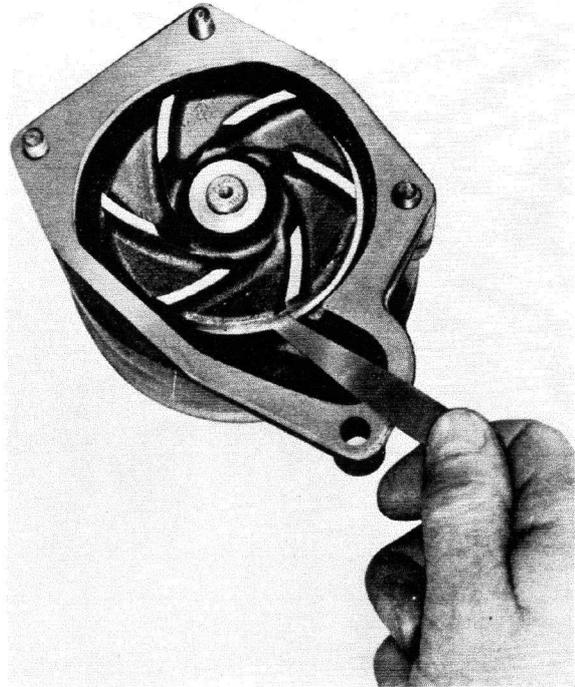

Fig. 5
- 3° Monter la turbine à la presse ou au marteau. En fin d'engagement de la turbine sur son arbre, le jeu entre turbine et corps de pompe devra être vérifié au moyen d'une jauge d'épaisseur, et devra être compris entre 0,18 et 0,60 mm (fig. 5).